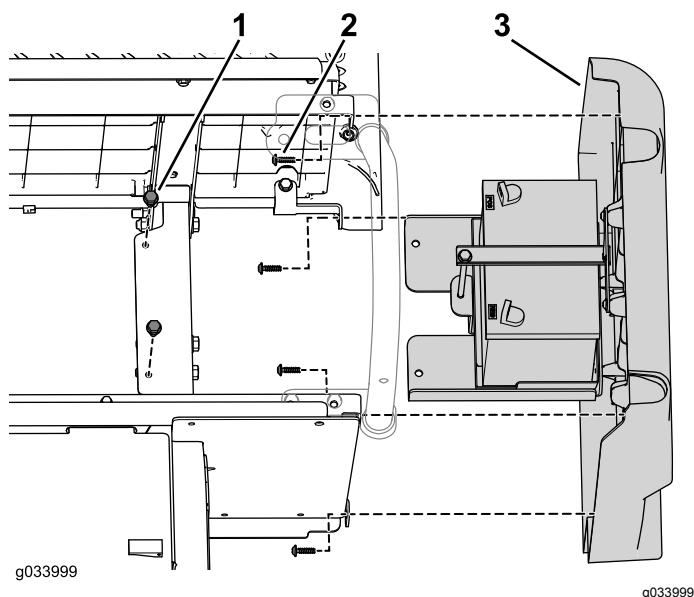

図 8
8. バッテリートレイをフレームに固定しているフランジヘッドボルト2本を取り外す 図 8。
1. 右側パネルを固定する先ほど取り外したねじ4本を使用する 図 8。
2. バッテリートレイをフレームに固定する先ほど取り外したフランジヘッドボルト2本を使用する 図 8。